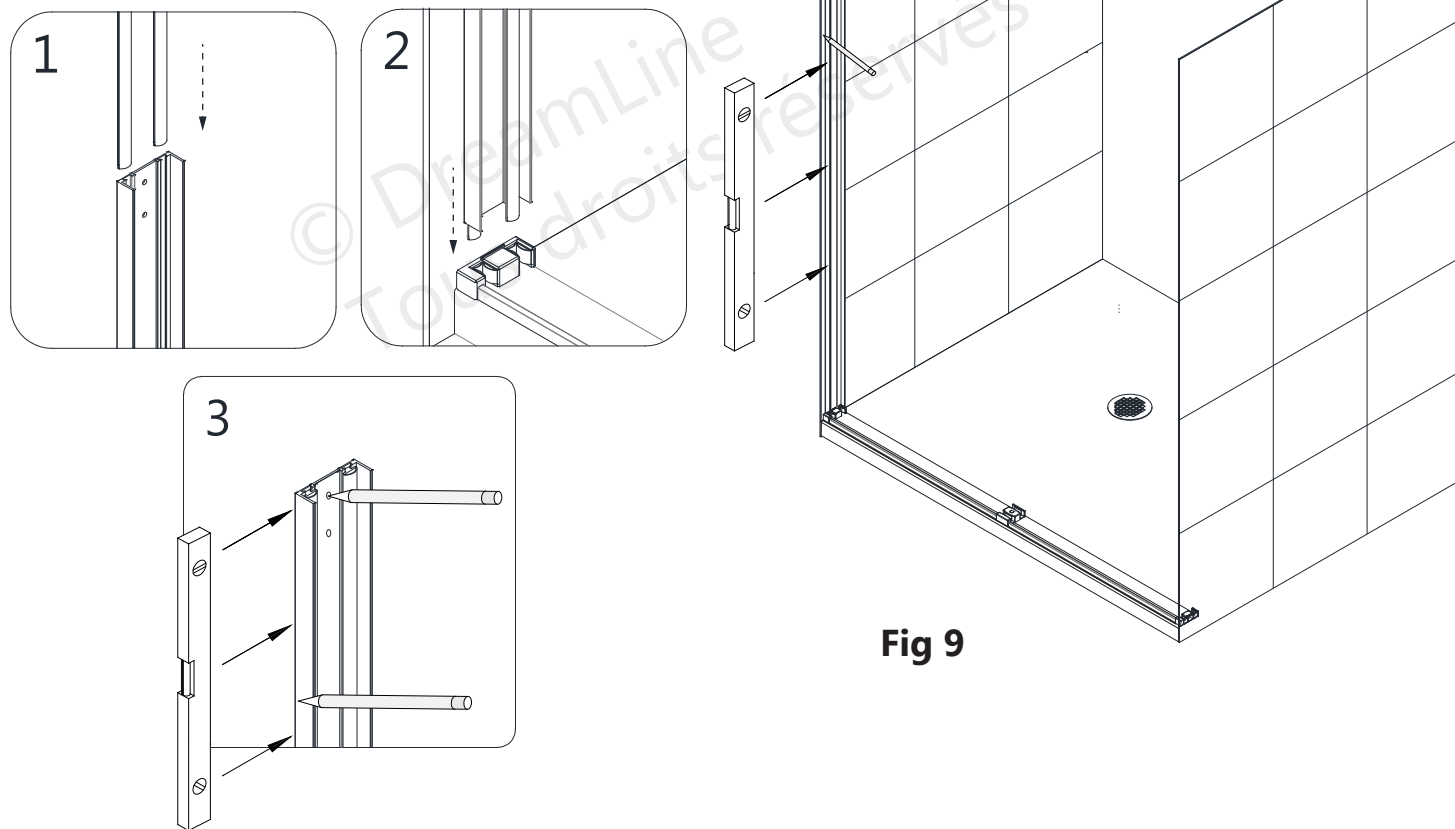

Fig 9
9. Faites glisser les **insertions en vinyle bombé requises (N° 07)** dans les **Profils Muraux (N° 06)**. Positionnez le **Profilé Mural Gauche (N° 06)** sur le butoir **SafeClose™ (N° 11)**, et utilisez un niveau pour le garder d'aplomb. Marquez la position du **Profilé Mural (N° 06)** et les trous à percer sur le mur. (**Fig 9**)